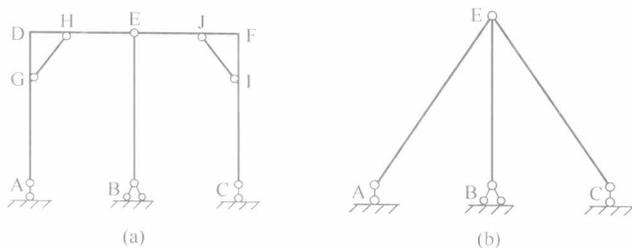

图 1.3-2
#### 【例 1-4】 分析图 1.3-2(a)所示体系的几何组成。(5分，哈尔滨工业大学，2006)
**解析：**GH 和 IJ 为多余约束。如图 1.3-2(b)所示，可以把 A—D—E—G—H 和 C—F—E—I—J 两个刚片分别用两根杆件代替，则通过去除二元体，体系可简化为仅剩 EB 杆及固定铰支座，因此该体系为几何可变体系。